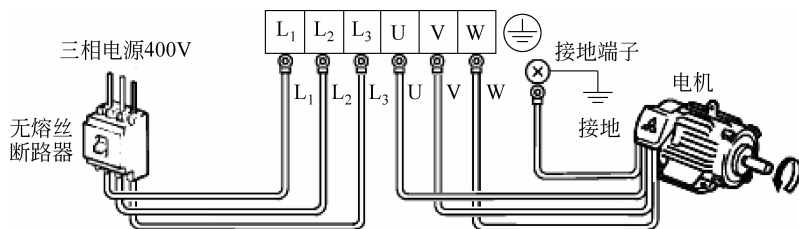

图 3-9 三相电源输入的电源和电机的连接图
② 电源和电机的连接。
a. 三相电源输入电源和电机的连接如图 3-9 所示。